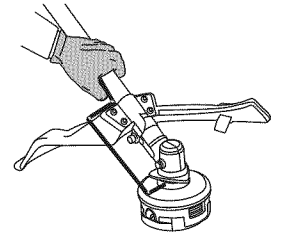

Fig. 23
- Sujete la varilla de traba en su lugar sosteniéndola al lado del brazo de la unidad (Fig. 23).
- Alinee el orificio del buje del eje con la ranura de la varilla de traba e inserte la varilla de traba en el orificio del buje del eje (Fig. 23).